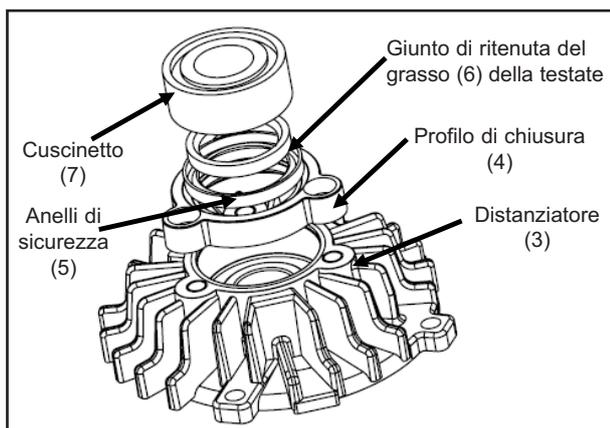

Figura 17
3. Far scivolare il cuscinetto (7) per liberarlo dalla testata. Il cuscinetto si sistema tramite scorrimento.
4. Togliere il distanziale (3) e battete sul giunto di ritenuta grassi (6) per liberarlo dalla testata. Rimuovere gli anelli di sicurezza (5) ; vedi figura 17.